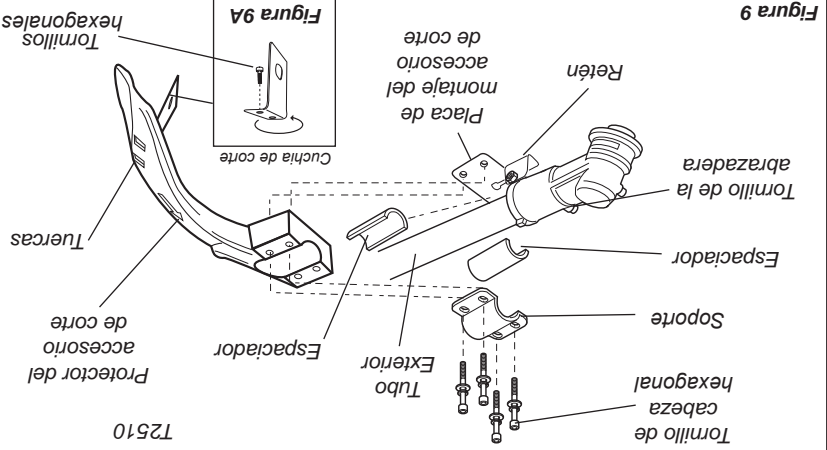

Figura 9
Inserte el protector del accesorio de corte entre el tubo exterior y la placa de montaje. Consulte la figura 9.
2. Coloque los dos espaciadores y el soporte sobre el tubo exterior e instale sin ajustar los cuatro tornillos de cabeza allen y apriete los cuatro tornillos. Consulte la figura 9.